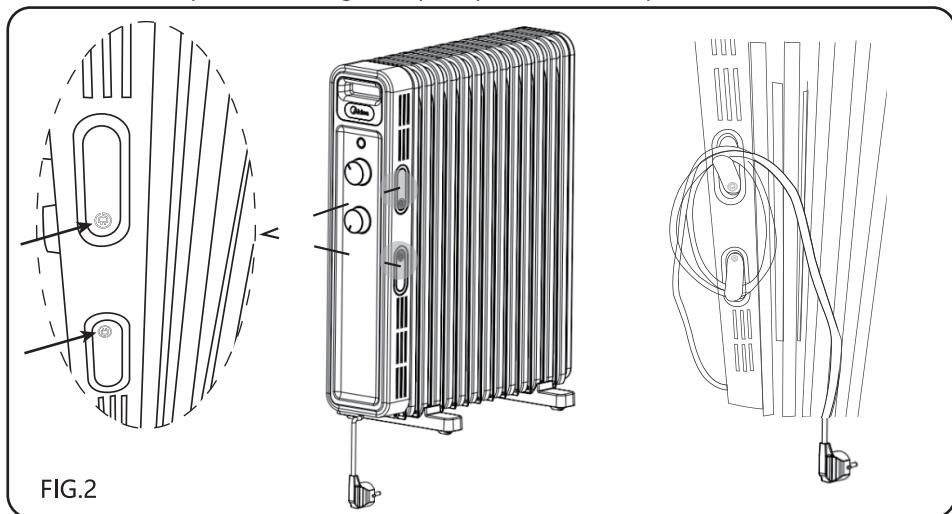

FIG.2
- Utilizzare il dispositivo avvolgicavo per riporre il cavo dopo l'uso.(FIG.2)